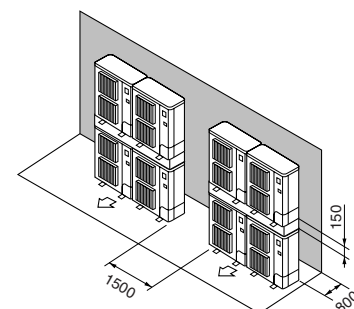

Fig. 2-14
- ⑦ Uppställning med staplade enheter (Fig. 2-14)